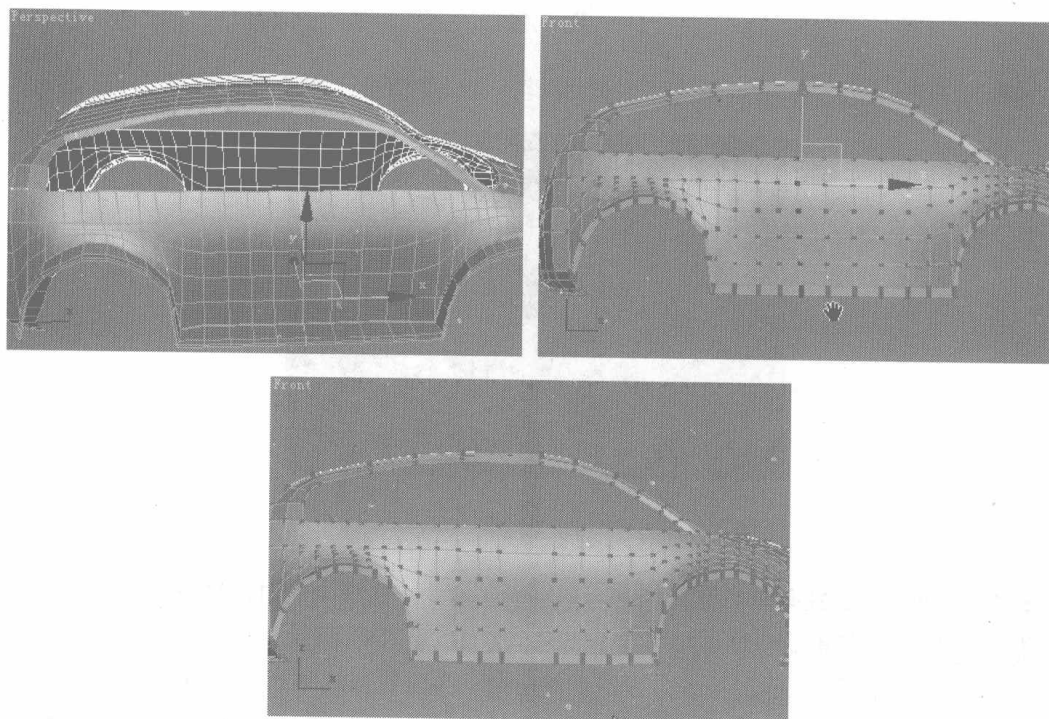

图 7.119
- 16** 选择汽车中间的一排曲线，单击 **Remove** 命令，移除曲线，然后进入点物体层级，选择移除曲线后留下来的节点，单击 **Remove** 命令，移除节点，如图 7.119 所示。